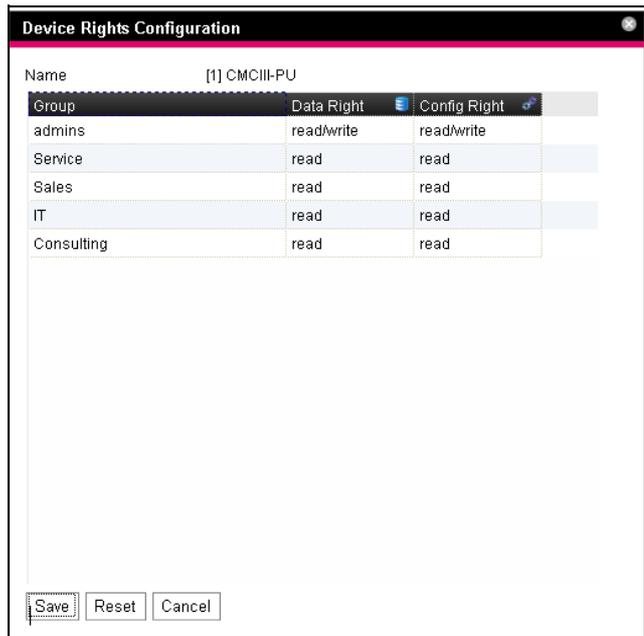

Imagen 42: Diálogo «Device Rights Configuration»
- Seleccione detrás de la entrada «CMCIII-PU» el símbolo «Device Rights». Aparecerá el diálogo «Device Rights Configuration» (imagen 42).
Los símbolos correspondientes también se muestran al seleccionar un sensor en la pestaña **Configuration** de la zona de navegación y abriéndolo a continuación hasta el nivel más bajo, así como también en el diálogo «Device Rights Configuration» (imagen 42, pos. 1). Los sím-